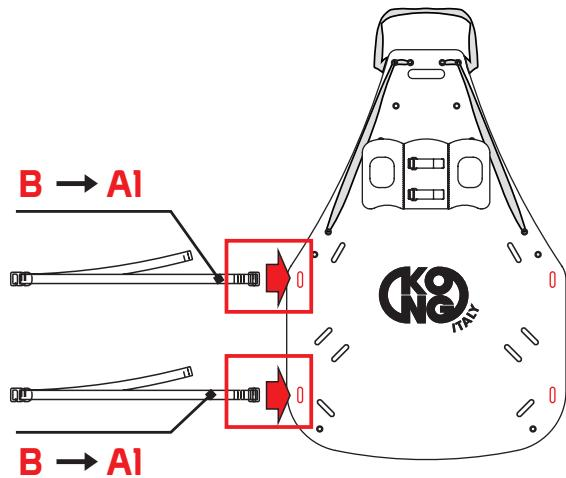

Abb. 9
- die Schlingen (B) in die Langlöcher A1 der Liegefäche einsetzen (Abb. 9),